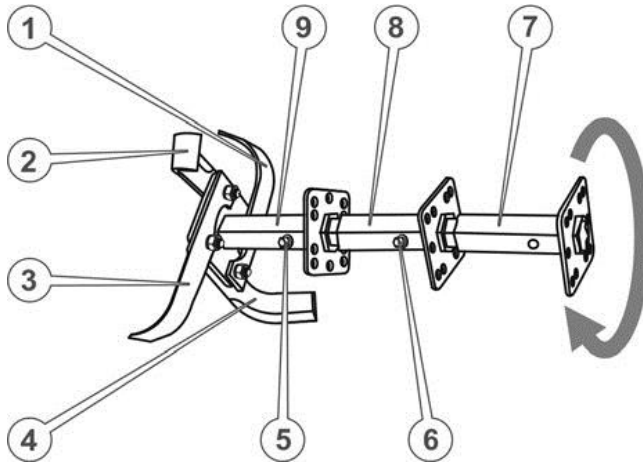
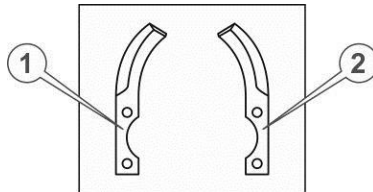

Рис. 11. – Ґрунтофреза
Рис. 12. – Ножи ґрунтофрези
1. Встановити додаткову маточину ротора в шестигранний отвір основної маточини та зафіксувати, щоб уникнути можливого осьового зсуву, болтом М8х80 з плоскою і пружинною шайбою (див. Рис. 11.)
3. Взяти з комплекту ґрунтофрези по одному лівому і правому ножу (див. Рис. 12.)
4. Притулити приготовані ножі (наприклад, поз. 2 і поз. 3 на Рис. 12.) до кріпильного квадрата маточини уздовж двох суміжних сторін цього квадрата у такий спосіб, щоб квадрат опинився всередині загинів ножів, загострені частини ножів були спрямовані за ходом обертання (як зазначено стрілкою на Рис. 11.), кріпильні отвори ножів збіглися з отворами квадрата, водночас кінцевий отвір одного ножа (поз. 3) збігся із серединним отвором іншого ножа (поз. 2). Утримуючи ножі в такому положенні вставити в отвір болт, надіти шайби й наживити гайку.